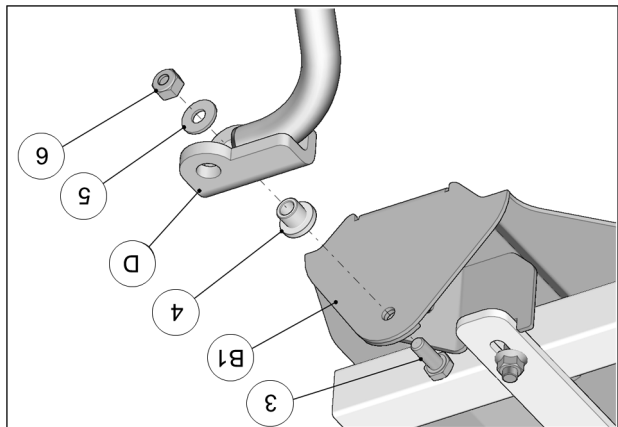

Fig. 10
10. Fixer le bras stabilisateur (D) au point d'ancrage de la plaque (B1) au moyen du boulon (3), de l'espacer (4), de la rondelle (5) et de l'écrou (6). Serrer à un couple de 50 N•m [37 lb•pi]. Voir la Fig. 10